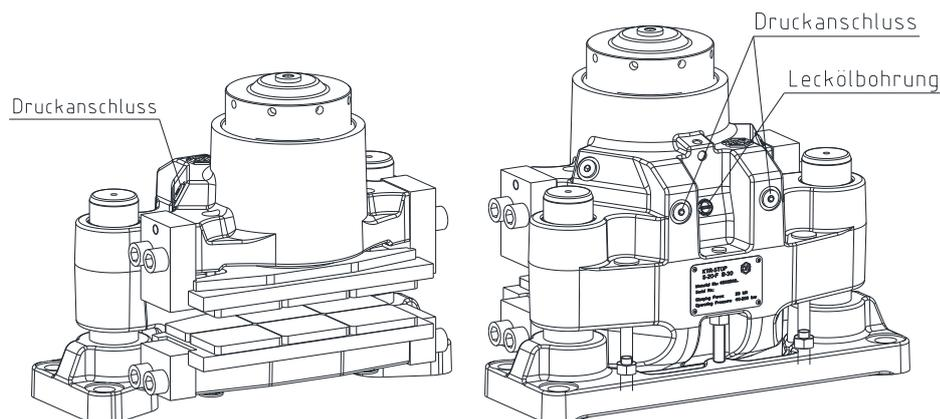

Bild 14: Anschlüsse der Lecköl-/Druckleitungen
- Schließen Sie die Druckölleitung an einen der Druckanschlüsse der Bremse an (siehe Bild 14 und 15), hierfür vorher die Verschlusschraube entfernen.
- Montieren Sie an der Entlüftungsbohrung (siehe Bild 14 und 15) eine Minimes-Kupplung mit einem Minimeschlauch, hierfür vorher die Verschlusschraube entfernen. Führen Sie das Ende des Minimeschlauches in einem geeigneten Auffangbehälter ab.
- Schließen Sie die Leckageölleitung an die Bremse an (siehe Bild 14 und 15), hierfür vorher den Verschlussstopfen entfernen.
- Schließen Sie die Druckölleitung an einen der Druckanschlüsse der Bremse an (siehe Bild 14, 16 und 17), hierfür vorher die Verschlusschraube entfernen.
- Schließen Sie die Leckageölleitung an die Bremse an (siehe Bild 14, 16 und 17), hierfür vorher den Verschlussstopfen entfernen.